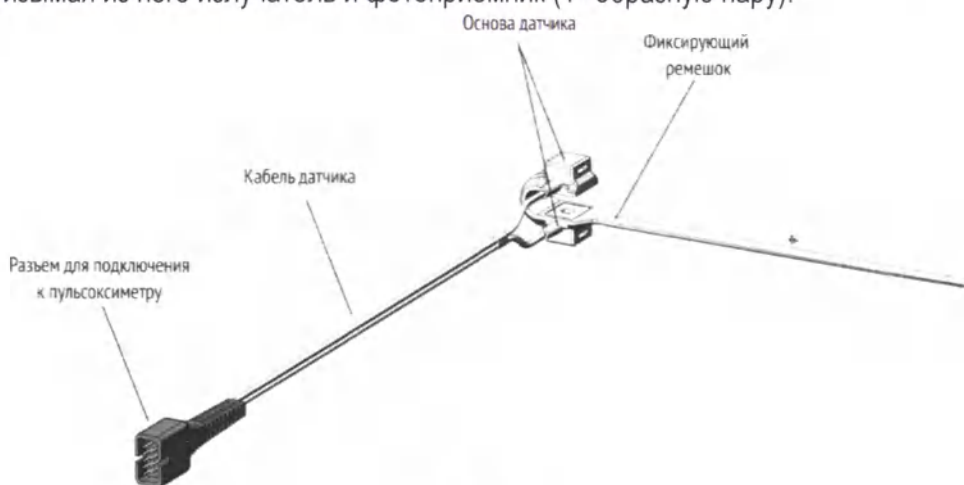

Рис.6
2.2.1.5. Датчик пульсоксиметрический «Манжетка» (рис.6) состоит из Y-образной пары излучатель-фотоприемник и фиксирующего ремешка. Манжетка устанавливается взрослым пациентам на пальцы